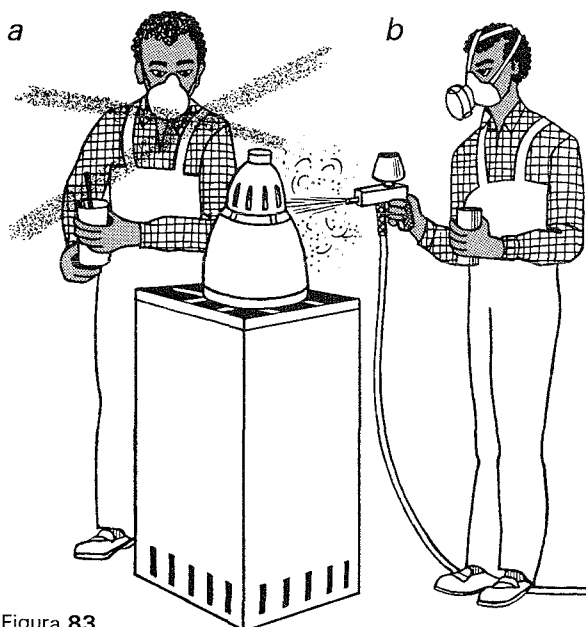

Figura 83
- Elija el dispositivo adecuado de protección de acuerdo con el riesgo específico de que se trate. El proveedor de los EPP debería poder colaborar en ello. Es muy importante seleccionar el filtro adecuado para el respirador. No use filtros para polvos cuando debe protegerse de vapores. Por ejemplo, los vapores de los solventes, provenientes del sopleteado de pinturas, desengrasado u otras actividades similares, pasarán directamente a través del filtro de polvos (figura 83).